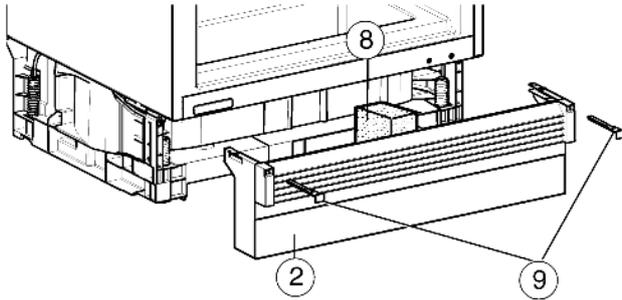

Fig. 10
- ▶ Schaumstoffteil *Fig. 10 (8)* einsetzen - funktionswichtig für getrennte Luftströme!
- ▶ Sockelblende *Fig. 10 (2)* wieder aufsetzen und soweit nach vornziehen, so dass die Vorderkante des Lüftungsgitters und der Möbelsockelblende eine Ebene bilden!
- ▶ Sockelblende fixieren: Riegel *Fig. 10 (9)* einsetzen, dabei Sockelblende festhalten.